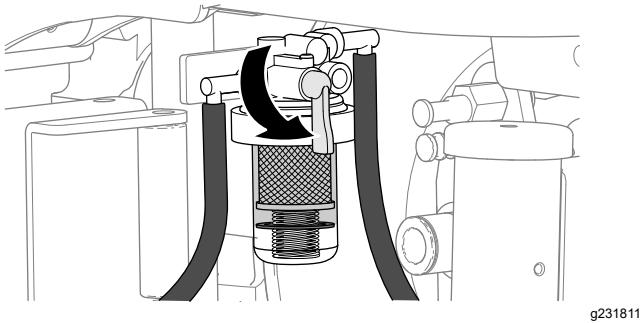

Figura 67
- Se c'è acqua nel pozzetto del filtro del carburante, ruotate la valvola di esclusione del carburante del separatore carburante/acqua in posizione di CHIUSURA (Figura 67) e seguite i passaggi descritti in **Spurgo dell'acqua dal pozzetto del carburante** (pagina 59).